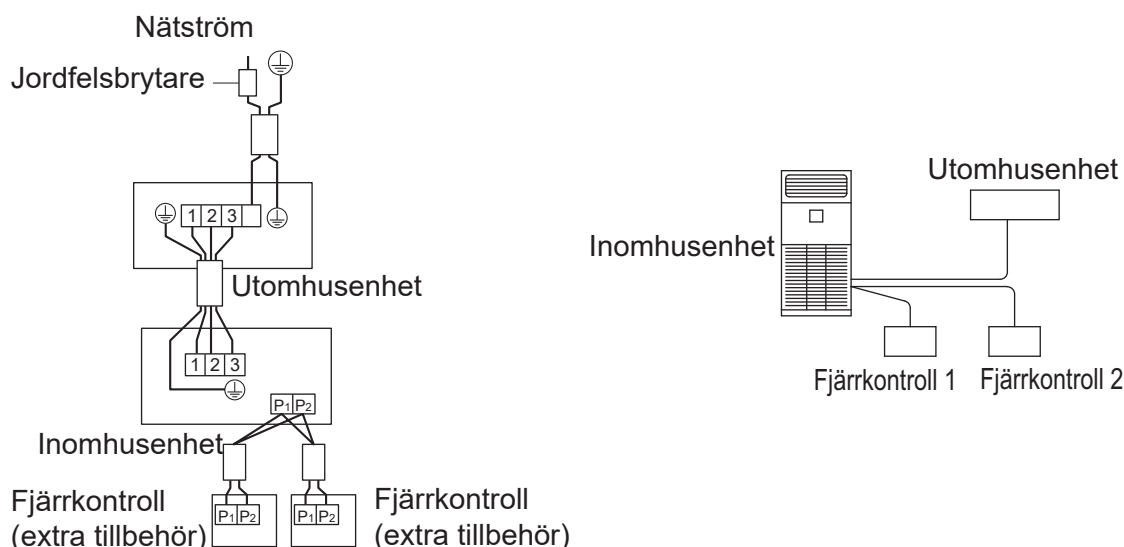

Bild 37
- **2 fjärrkontroller styr:** 2 fjärrkontroller styr 1 inomhusaggregat. (Se bild 37)
- Dra kablar mellan fjärrkontroll 2 (sekundär) och terminal (P1, P2) på kopplingsplinten (X1M) för fjärrkontrollen i kontrollboxen. (Ingen polaritet.) (Se bild 37 och tabell 3)